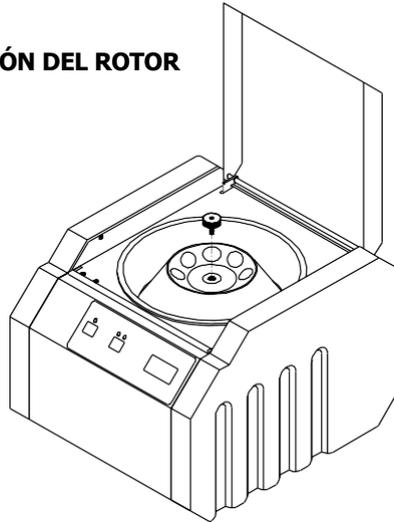

fig. 3-3 Destornille la perilla
- Destornille la perilla de la parte superior del rotor (fig. 3-3)